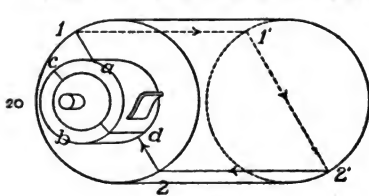

FIG. 21.
- Wir denken uns zunächst auf der Oberfläche eines Zylinders zwei Drähte befestigt, die parallel zur Achse laufen und in demselben Achsenschnitte liegen (s. Fig. 21). Die vordern Drahtenden 1 und 2 sind mit den beiden Teilen *a* und *b* des Kommutators, die anderen